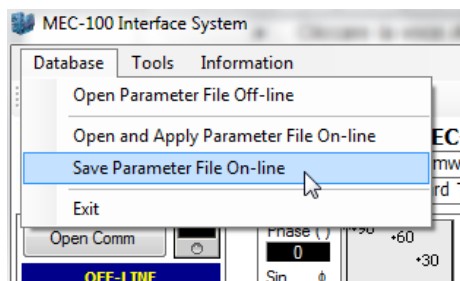

Abb. 5.6.1.a
- Die Position *Archiv* in der Menüleiste des MEC-100 Schnittstellensystems anklicken (siehe Abb. 5.6.1.a).